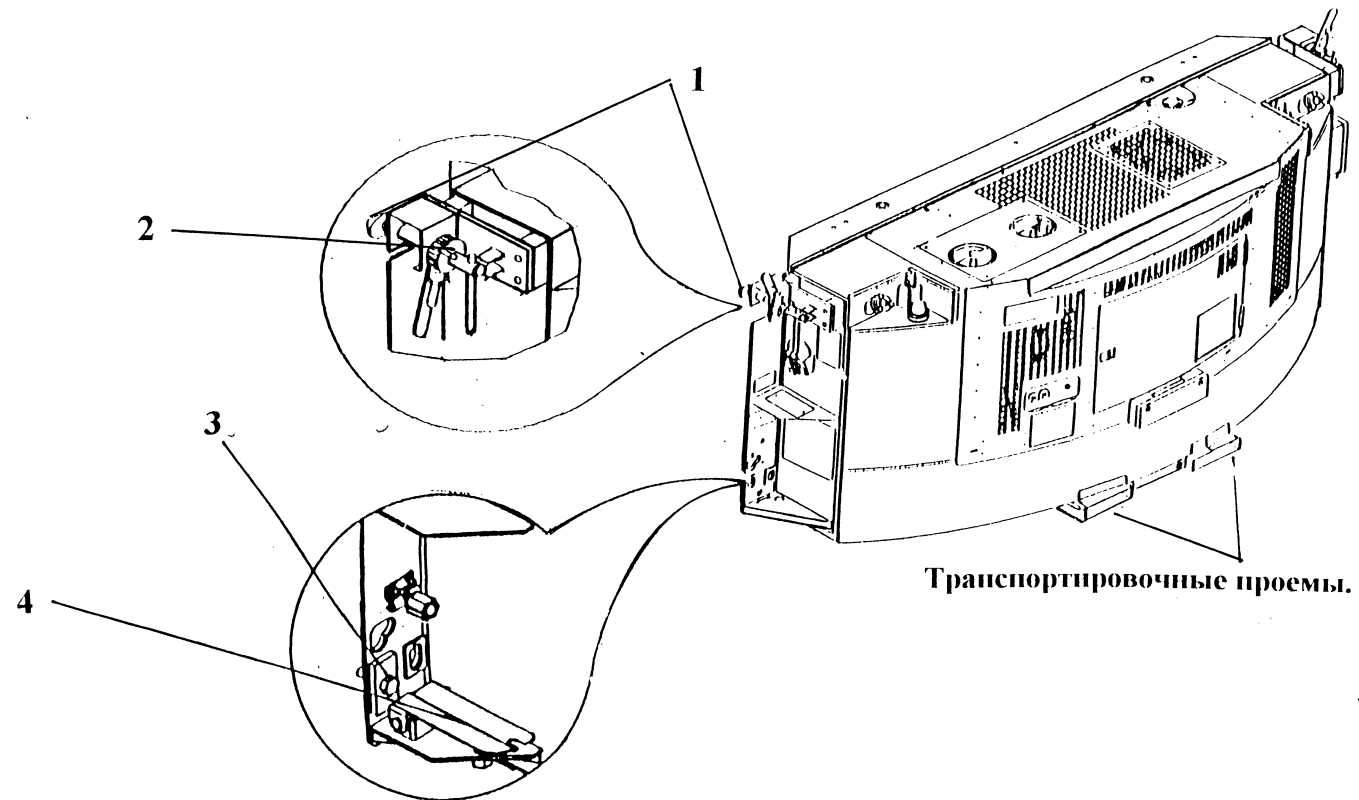

Рис. 3. Дизель-генератор типа А
Наибольшее распространение получили ДГ типа А и Б (Рис.3, .4).
- 1.2.4.1. Водитель АП по команде сигнальщика подъезжает к КК, поднимает ДГ до уровня установки, совмещает штатные штыки-фиксаторы (Рис. 3, поз.1) с верхними фитинговыми отверстиями в торцевой стенке КК и плавным движением заводит штыки в фитинговые отверстия КК.
- 1.2.4.2. Сменный механик ЗАО «Логистика-Терминал» или механик ООО «Р.Э.С.» производит разворот на 90° и фиксацию штыковых захватов (рукоятка штыкового замка опущена вниз), используя ручку-храповик зажимает их контргайкой (Рис. 3, поз.2), затем производит крепление дизель-генератора к корпусу КК с помощью болтов (Рис. 3, поз.3), и закрывает болтовое соединение крышкой (Рис. 3, поз.4), исключая сампроизвольное раскручивание болтов и смещение ДГ на корпусе контейнера в процессе транспортировки любыми транспортными средствами.